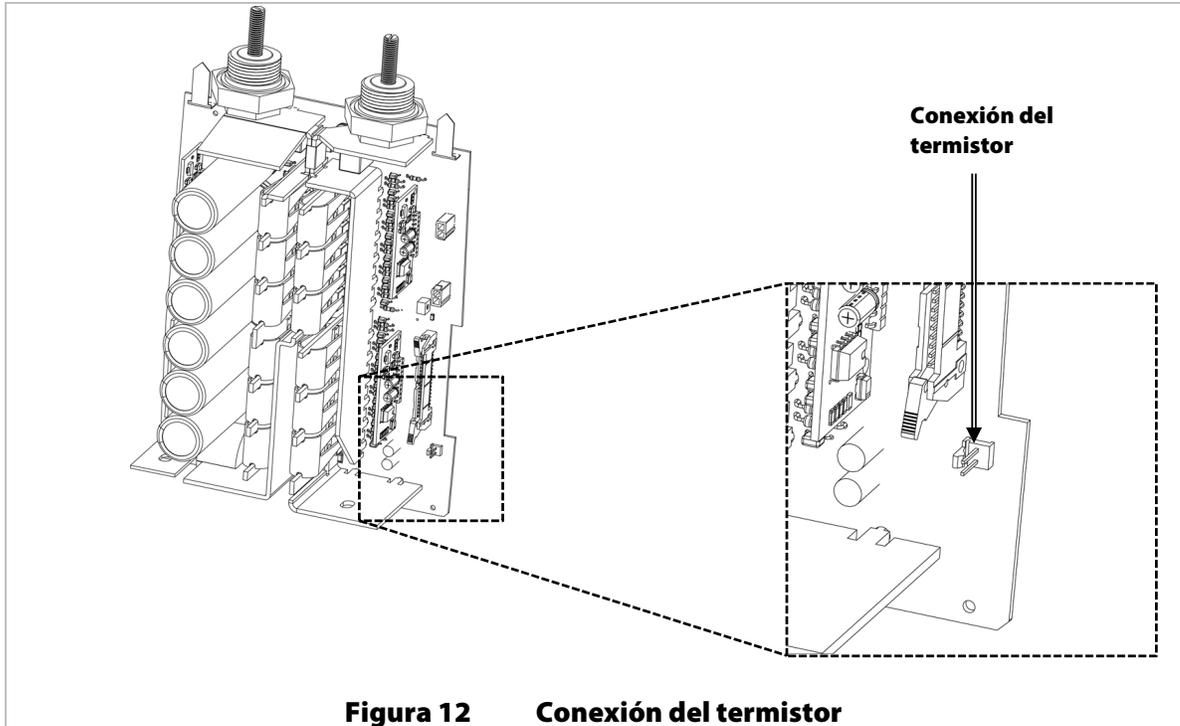

Figura 12 Conexión del termistor
16. Retire el cable del termistor de la PCBA de FET. En la Figura 12 se muestra la ubicación del conector.
1. Compruebe la PCBA de FET de repuesto para ver si hay un sujetador de termistor instalado. (Consulte la Figura 12). En caso afirmativo, retírelo y deséchelo.
2. Oriente la PCBA de FET hacia la ranura correspondiente del chasis y bájela solo hasta la mitad. Conecte el cable del termistor verde del transformador a la PCBA de FET. (Consulte la Figura 12 para ver la ubicación de este conector). Empuje la PCBA de FET hasta el fondo para introducirla en el chasis.